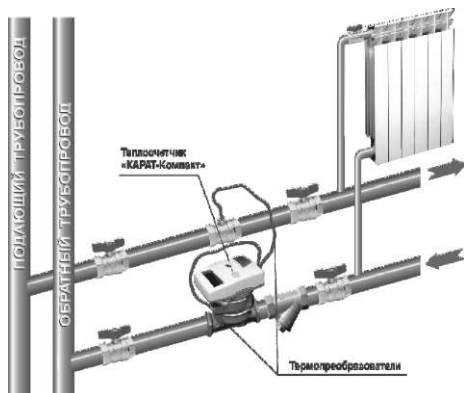

Рисунок 4.1 - Схема монтажа теплосчетчика *KARAT®-Компакт* в обратный трубопровод с установкой термопреобразователя в тройник с использованием гильзы
- в тройник с использованием гильзы (рис. 4.1);